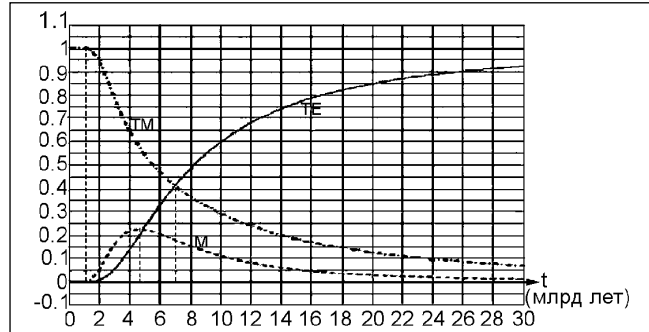
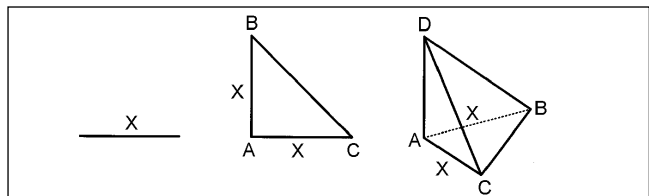

Рис. 1. Простейшие геометрические фигуры размерностей 1, 2, 3.
Рис. 2. Динамика развития соотношений ТЭ, ТМ и М.
Затем эстафетную палочку берет тандем ученых — Д.Харрис и Д.Делурье из Института аэрокосмических исследований при Университете г.Торонто. Возглавляемый ими коллектив разработал и построил в период с 1991 по 1996 г. полномасштабный моторный орнитоптер (рис.1 и рис.2) по схеме одноместного самолета-высокоплана с традиционным оперением, объемным фюзеляжем, закрытой пилотской кабиной с «фонарем» и высокостоечным 3-колесным шасси. Масса аппарата — 322 кг, размах крыльев — 12,6 м, площадь крыльев — 14 кв.м, угол маха кры-
Я люблю экспериментировать — это часть моей души. Это касается не только занятий в области акустики, но и проведения численных экспериментов с появлением персональных компьютеров. Но порой хватает и простого калькулятора, у которого есть возможность расчета функций. Несколько лет назад я проводил исследование: строил простейшие геометрические объекты для своих размерностей — отрезок величиной x , полуквадрат со стороной x , пирамиду, в основании которой лежит предыдущий полуквадрат и высотой x и т.д. (рис. 1), и определял их меру. Длина отрезка $V_1 = x$, площадь полуквадрата $V_2 = x^2/2$, объем пирамиды $V_3 = x^3/6$, а объем n -мерной пирамиды вытекает из формулы $V_n = x^n/n!$ (представляю возможность вывести ее самим). Просуммируем все объемы V_n , начиная с $n = 0$ и до бесконечности:
Динамика изменения $f(t) = TЭ$, $p(t) = TМ$ и $g(t) = М$ от времени t показана на рис. 2, где $T = 14 \cdot 10^9$ лет, по оси Y отложены ТЭ, ТМ и М в отношении к 1 (100%-ном отношении), т.е., отношение соответствующей пропорции к общей величине Вселенной.
1. В Интернете приведены данные, что примерно через 7 млрд лет после Большого взрыва — половина возраста Вселенной — ТЭ сравняется с ТМ и начинается процесс ускоренного разлета Вселенной. Графики для ТМ и ТЭ на рис. 2 подтверждают это.
3. Зарождение первых галактик началось через $\sim 10^9$ лет после Большого взрыва. На графике изменения ТМ на рис. 2 мы видим плоский участок длительностью $\sim 10^9$ лет, а затем резкий спад ТМ и одновременно начало быстрого роста М и немного позже ТЭ.
1. Нильс Бор произнес знаменитую фразу: «Ваша теория недостаточна безумна, чтобы стать реальностью». «Побезумствую» и я, рассматривая кривые ТЭ, ТМ и М на рис. 2: